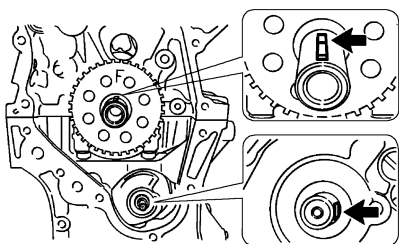

图 1-201 设置曲轴键
④ 检查齿轮凸缘和凸轮轴之间没有间隙。
⑤ 在排气凸轮轴正时齿轮固定的状态下拧紧凸缘螺栓。
⑥ 检查并确保排气凸轮轴正时齿轮已锁止。
① 如图 1-201 所示设置曲轴键。
② 转动驱动轴, 使缺口朝右。